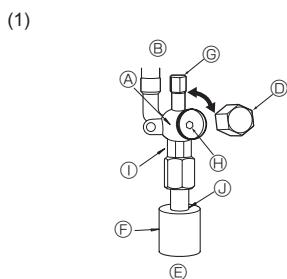

Fig. 4-6
- Côté gaz/liquide de ZM35-71 (Fig. 4-6)